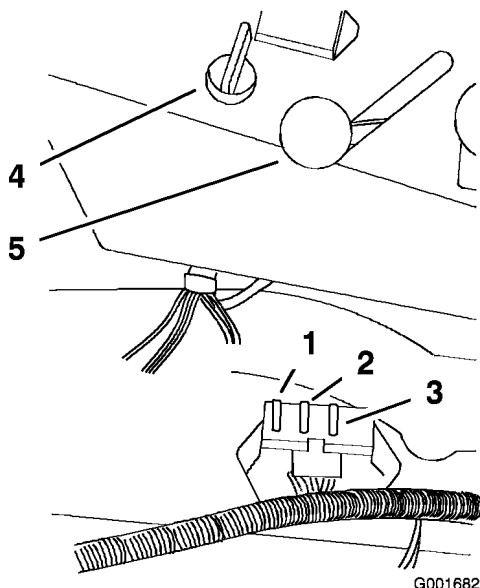

Figure 42
1. Soulevez le siège pour accéder au porte-fusibles (Figure 42).
3. Remplacez le fusible (Figure 42).